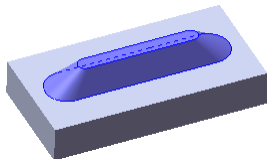

图 7.7.8 放样 1
Step6. 创建图 7.7.8 所示的零件特征——放样 1。选择下拉菜单 **插入(I)** → **凸台/基体(B)** → **放样(F)...** 命令；依次选取图 7.7.9 所示的草图 3、草图 2 为轮廓线；单击 按钮，完成放样 1 的创建。